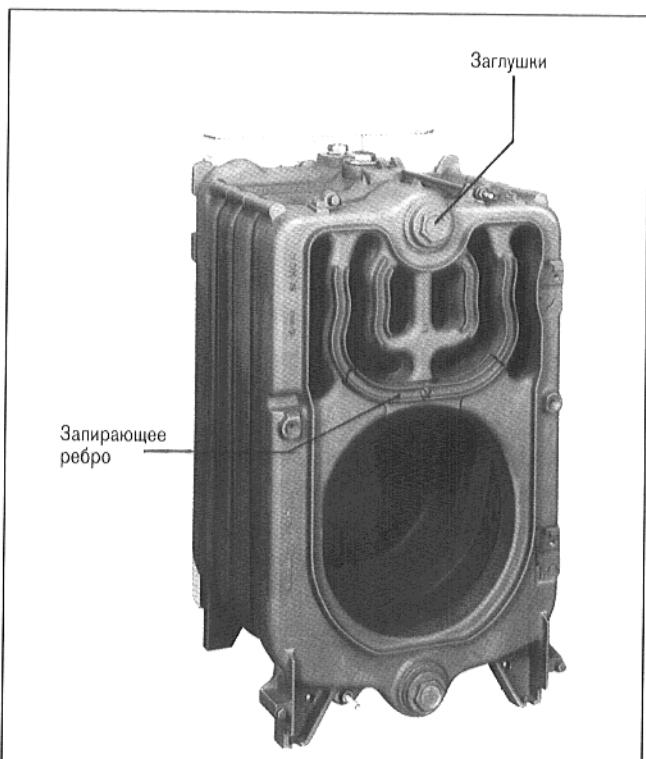

Рис. 13
2) При необходимости, посредством устранения запирающих ребер в переднем элементе (см. рис. 13), возможно повысить температуру отходящего газа. Если температура отходящего газа ниже 160 °C, то система отходящего газа должна быть выполнена так, чтобы не допустить повреждений от конденсата.
Произвести уплотнение **заглушки** в переднем элементе (рис. 13)